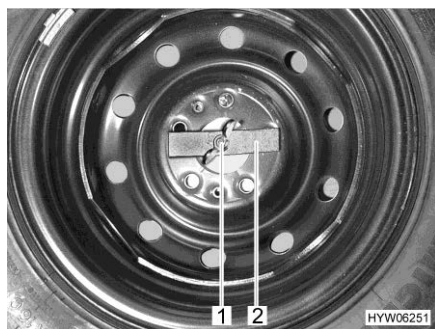

Fig. 231 Ruota di scorta nel gavone di coda
- Svitare manualmente il dado ad alette (Fig. 231,1) e rimuoverlo.
- Rimuovere la barretta di compressione (Fig. 231,2).